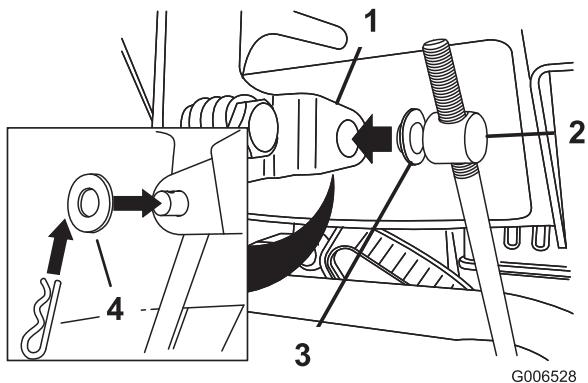

Bild 5
- Legen Sie eine Flachscheibe auf den Drehzapfen (Bild 5).
- Heben Sie die Geschwindigkeitsschaltstange an und setzen Sie den Drehzapfen in das Loch im Geschwindigkeitsschalthebel (Bild 5).
- B. Schließen Sie den Drehzapfen vom Geschwindigkeitsschalthebel ab (Bild 5).
- C. Drehen Sie den Drehzapfen auf der Geschwindigkeitsschaltstange nach unten (nach rechts) (Bild 5).
- D. Schließen Sie den Drehzapfen am Geschwindigkeitsschalthebel an (Bild 5).
- C. Drehen Sie den Drehzapfen auf der Geschwindigkeitsschaltstange nach oben (nach links) (Bild 5).